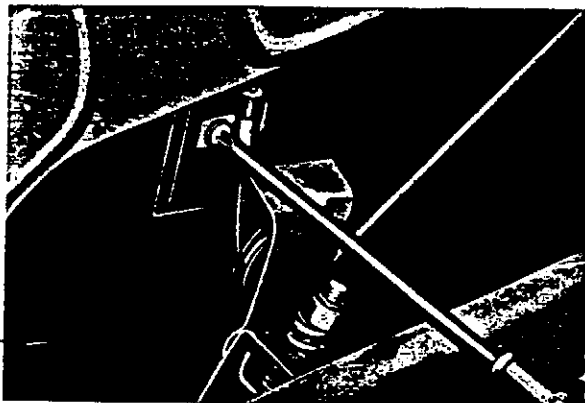

Abb. 35 Lösen des Bügels am Mitnehmer
1. Bügel am Mitnehmer des Fensterheberzuges an der Fensterheberschiene unter dem Kurbelfenster lösen und herausnehmen, Abb. 35. An der hinteren Tür befindet sich kein Mitnehmer, der Bügel ist direkt an der Kette befestigt.